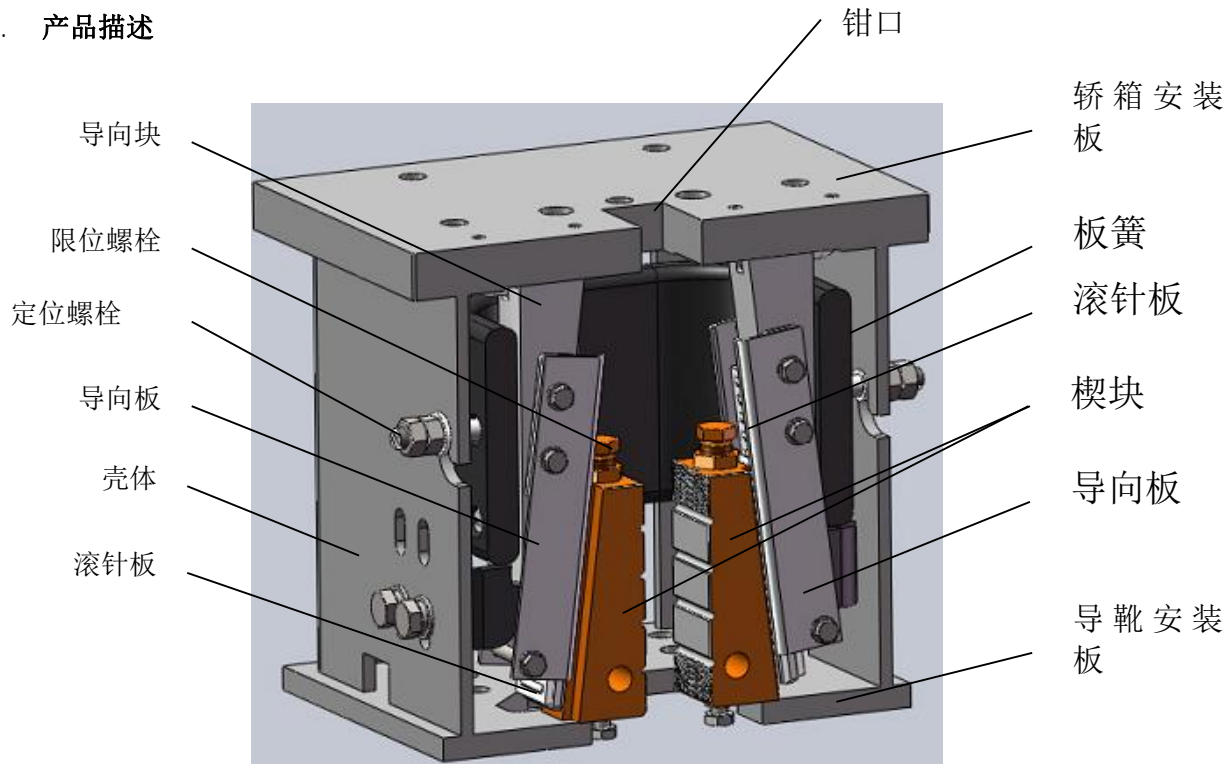

图 1
- 2.2. 整个系统装配后要求动作灵活, 不应有卡滞现象, 滚针板和楔块需落至最底部(图 1),